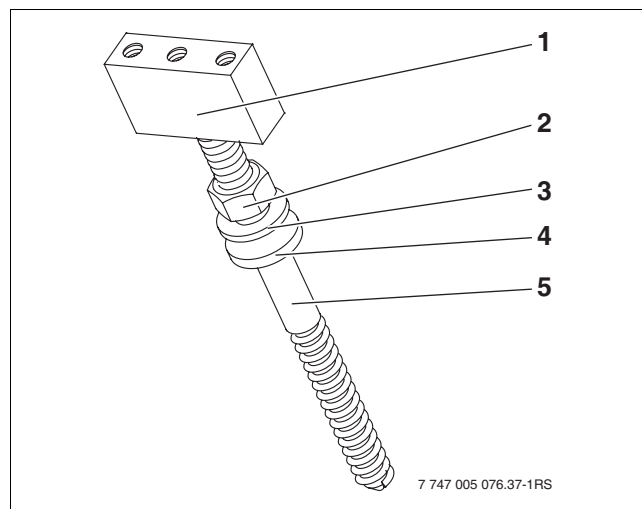

Fig. 36 Orden de montaje de los pernos de doble rosca
- ▶ Al montar los pernos de doble rosca debe observarse el orden de cada una de las piezas (→ fig. 36).
- ▶ Enroscar el caballete de soporte (1) hasta el tope en el perno de doble rosca (5).